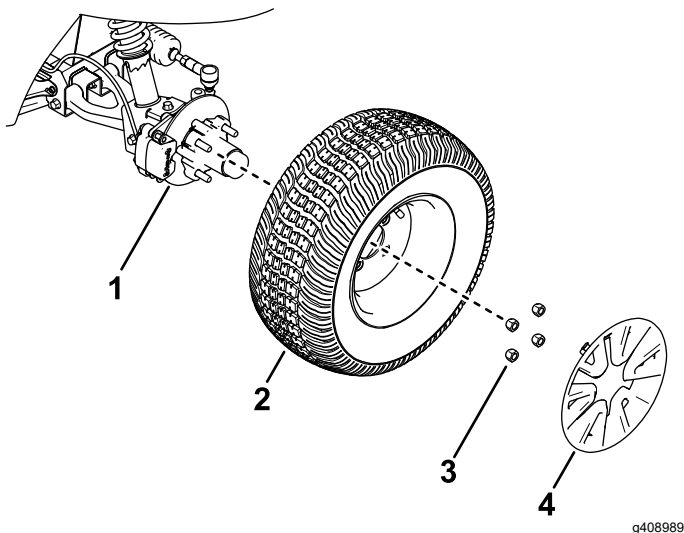

Figure 24
2. Retirez l'enjoliveur et les 4 écrous de roue qui fixent la roue sur le moyeu (Figure 24).
4. Alignez les trous de la roue et les goujons du moyeu, puis montez la roue sur le moyeu en plaçant la valve à l'extérieur (Figure 24).
5. Fixez la roue au moyeu avec les écrous de roue (Figure 24).